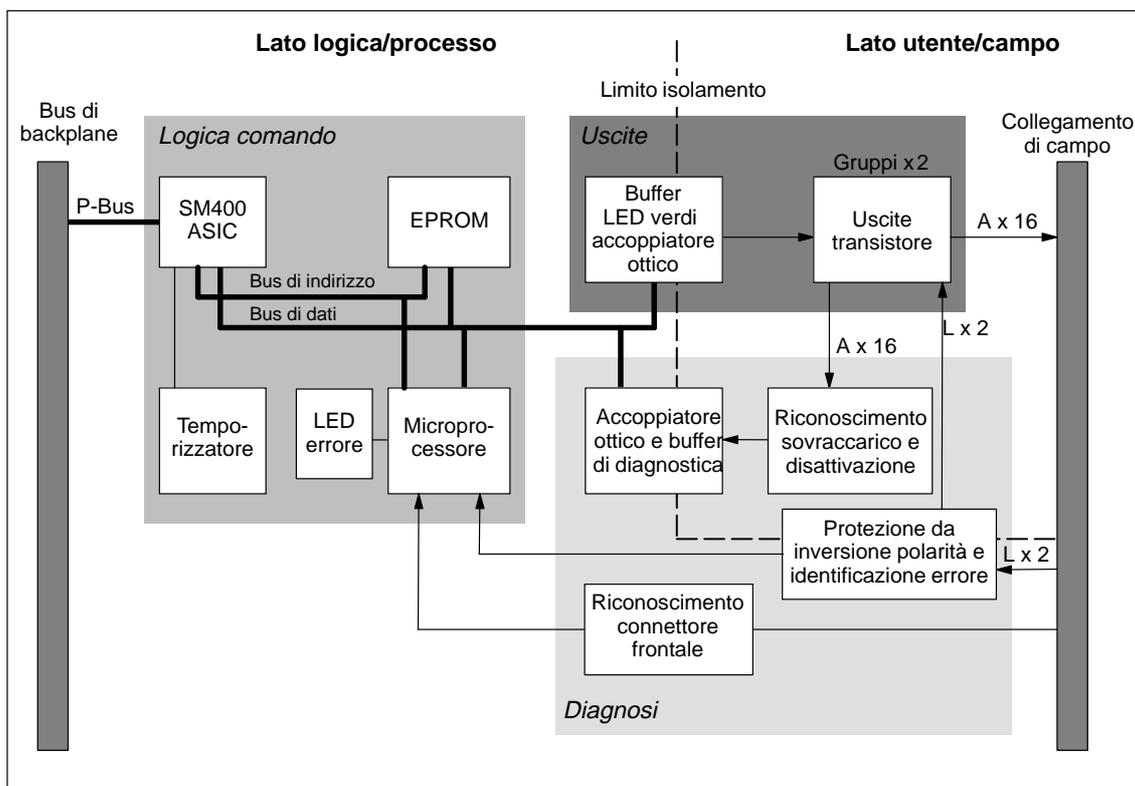

Figura 12 Schema a blocchi dell'unità digitale di uscita SM 422; DO 16 x DC 20–125 V/1,5 A
**Schema a blocchi** La figura 12 mostra lo schema a blocchi dell'unità digitale di uscita SM 422; DO 16 x DC 20–125 V/1,5 A.